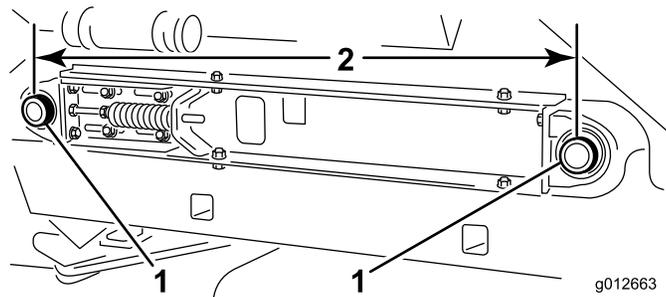

图 18
3. 检查并确保机器两侧输送带滚轮轴图 18之间的中心距离是相同的约为 895mm。